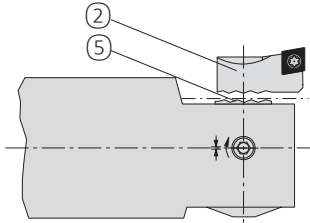

Fig. 3
Le coulisseau de réglage (5) possède une face striée ce qui permet un blocage sûr et rapide des différents porte-plaquettes (2) (Fig. 3).